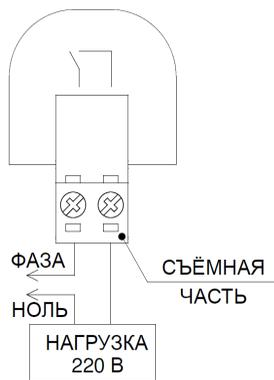

Рисунок 10. Подключение нагрузки 220 В.
3) При необходимости, подключить нагрузку 220 В (например насос), как показано на рис. 10.